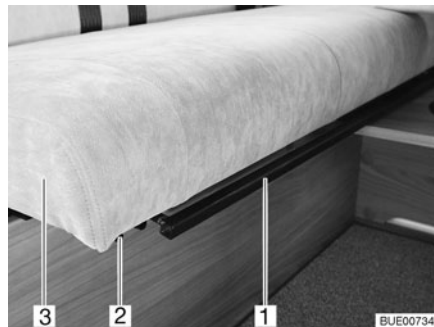

Fig. 11 Inclinaison du dossier de la banquette
- Tirer ou pousser l'étrier (Fig. 11,1) situé sous la surface de siège (Fig. 11,3) vers le haut et le maintenir dans cette position.
- Tirer avec précaution la surface de siège sur les rails (Fig. 11,2) jusqu'à la position souhaitée ou jusqu'à la butée.